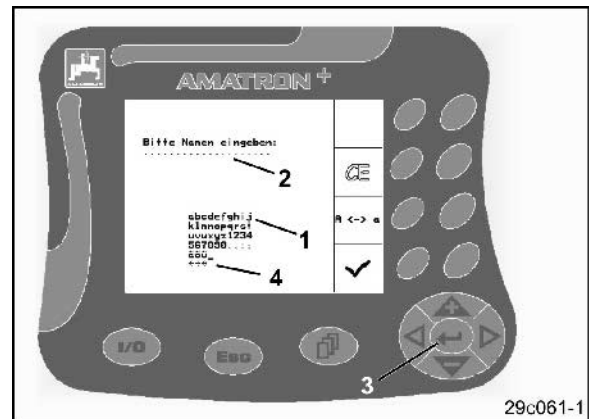

Рис. 15
В случае необходимости ввода текста или чисел на дисплее **AMATRON+** появляется меню ввода (Рис. 15).
В нижней части дисплея появляется поле выбора (Рис. 15/1) с буквами, числами и стрелками, с помощью которых формируется строка ввода (Рис. 15/2) (содержащая текст или числа).
,  ,  ,  Выбор букв или чисел в поле выбора (Рис. 15/3).
-  Перенос выбранных чисел и букв в строку ввода (Рис. 15/3).
Указатели в виде стрелки \leftrightarrow , расположенные в поле ввода (Рис. 15/4), позволяют перемещаться внутри текста в строке ввода.
Указатель в виде стрелки \leftarrow , расположенный в поле ввода (Рис. 15/4), позволяет удалять последнее введенное значение.